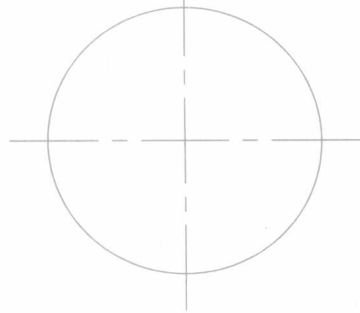

图1 顶角在竖向中心线上
1. 用三角板分别作图1的外切正六边形, 图2的内接正六边形。